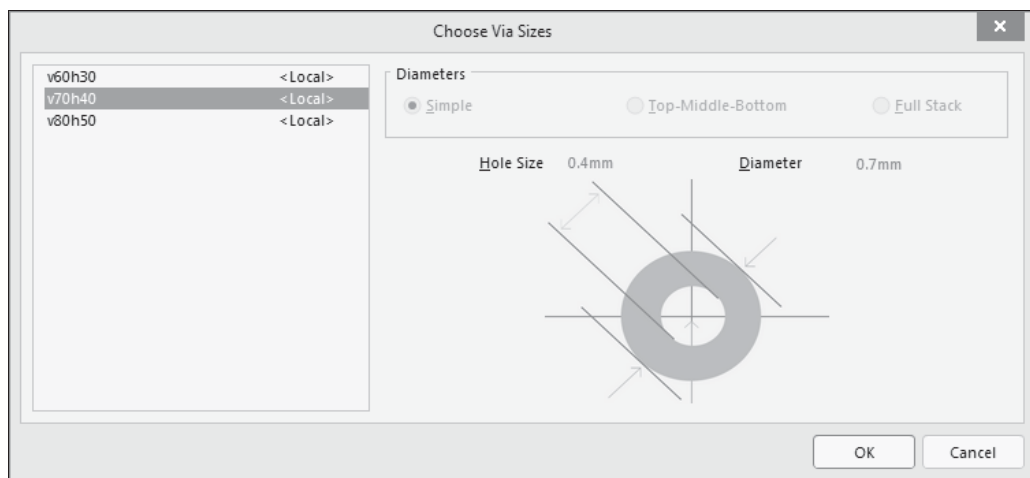

Рис. 6.17. Выбор размеров межслойного переходного отверстия
- В момент появления на экране переходного отверстия активизировать редактирование комбинацией клавиш <Shift>+<V> — откроется диалоговое окно **Choose Via Sizes** (рис. 6.17). В левой половине окна расположен список переходных отверстий, заявленных в правилах. Выбрать в списке необходимый тип и щелчком на кнопке **OK** завершить назначение нового стиля. Трассировка продолжается с новым стилем переходных отверстий.